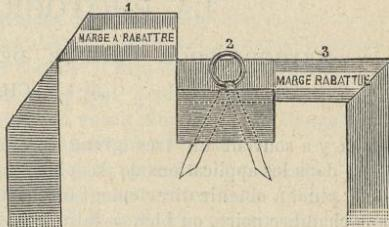

Fig. 87.
On coupe alors les angles de la feuille de papier à une distance d'un demi-centimètre du coin (fig. 87 (1)) et on rabat les marges sur le carton en les tirant un peu fortement à soi et en fermant les coins (3).